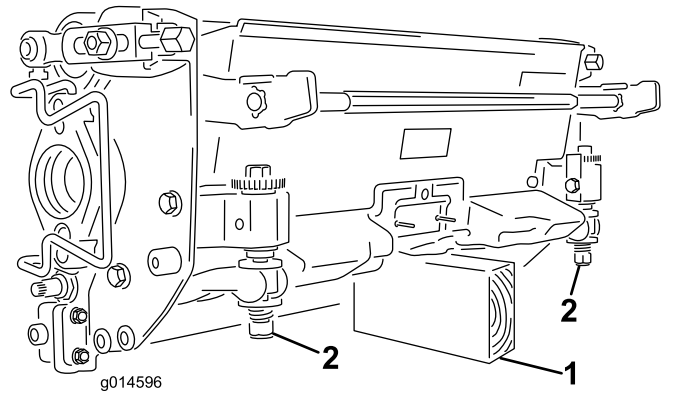

图9
**重要事项** 当必须翻转滚刀组露出底刀/滚刀时应支撑住滚刀组的后部确保底刀架调整螺丝后端的螺母不会接触工作表面图9。